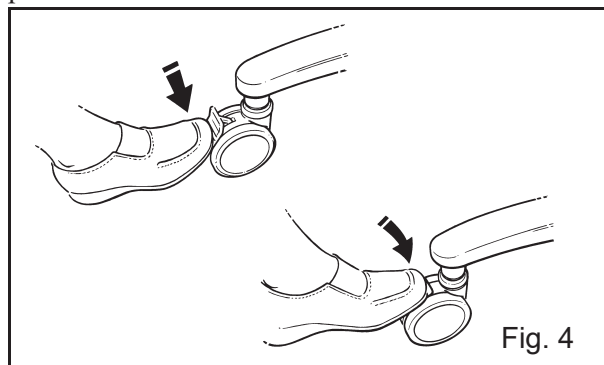

Fig. 4
**Roues de châssis équipées de freins :** Les roues arrière du châssis sont équipées de freins qui peuvent être commandés au pied, en cas de besoin (voir la fig. 4), pour maintenir le *Sara 3000* en position.